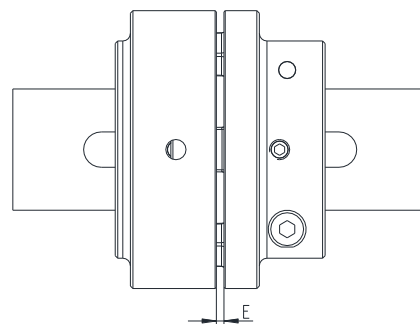

Fig. 11 : Montage de l'accouplement
- Déplacer les ensembles axialement jusqu'à atteindre la cote E (voir fig. 11).
- Lorsque les unités sont déjà montées, la cote E doit être réglée par coulisement axial du moyeu à doigts SPLIT et/ou du moyeu femelle sur les arbres (voir fig. 11).